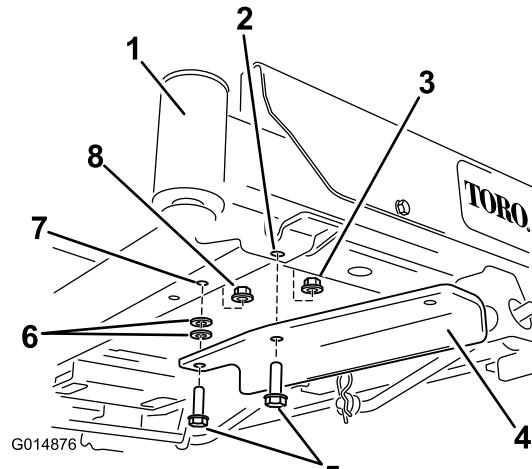

Figura 6
- Máquinas sin pedal de elevación asistida: sujeté el soporte usando dos pernos (3/8 x 1-1/4 pulgadas), dos arandelas y dos contratuerca (3/8 pulgada) (Figura 6). Utilice una contratuerca de las piezas sueltas y otra de las retiradas anteriormente.